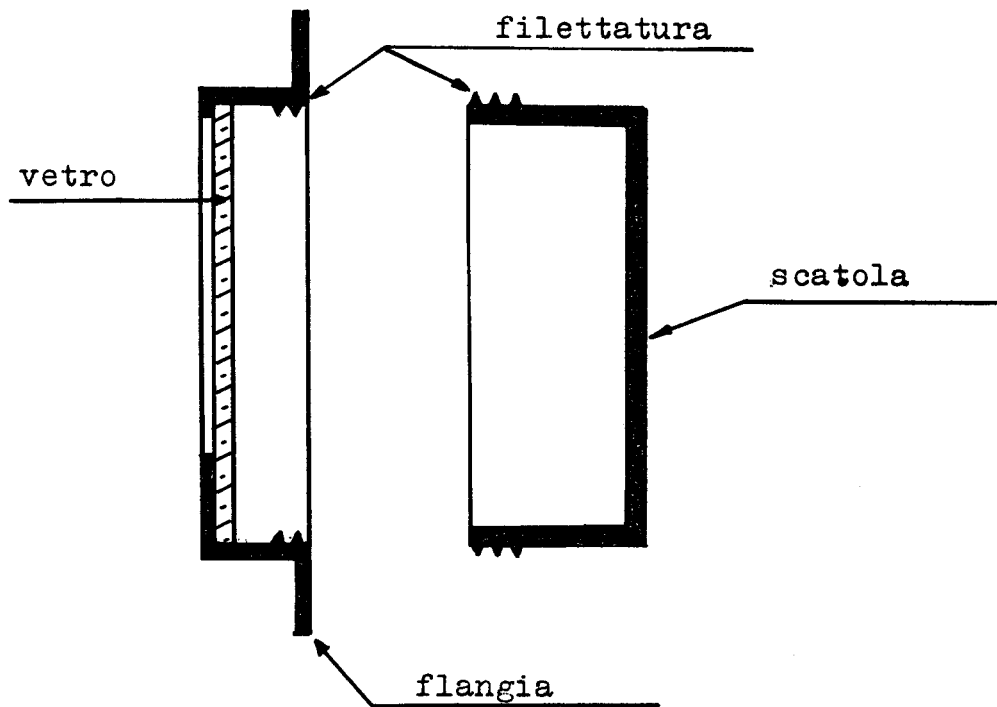

Fig. 2
- Prenda con una mano la scatola posteriore dello strumento e con l'altra afferri saldamente la flangia anteriore sul suo diametro massimo. Se eserciterà una leggera pressione li potrà svitare. (Veda fig. 2).